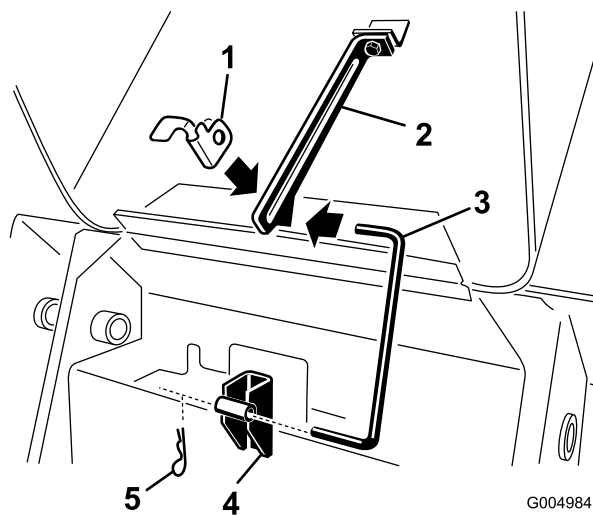

Рисунок 41
3. Вытащите шпильку из нижнего конца опорной стойки капота, и освободите опорную стойку от упорных кронштейнов и лапки опорной стойки (Рисунок 41).
7. Вставьте опорную стойку в упорные кронштейны и лапку опорной стойки и закрепите шпилькой (Рисунок 41).